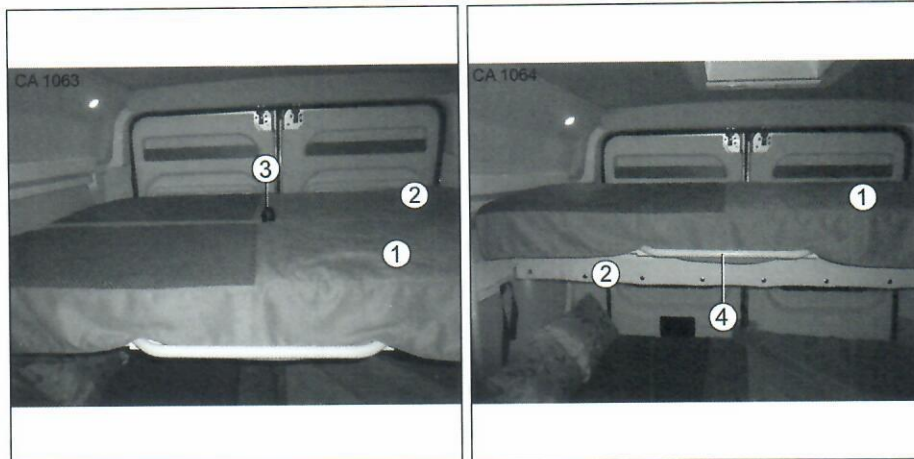

Abb. 21 Stockbett vorn nach oben klappen Abb. 22 Stockbett vorn nach unten klappen
Bettteil vorn (Abb. 21, Pos. 1) nach oben klappen:
- Bettteil vorn (Abb. 21, Pos. 1) an Griff (Abb. 21, Pos. 3) anheben und schräg nach oben zur Hecktür schieben.
Bettteil vorn (Abb. 21, Pos. 1) aus- und einbauen:
2. Bettteil vorn (Abb. 21, Pos. 1) nach oben klappen.
4. Bettteil vorn (Abb. 21, Pos. 1) zum Fahrerhaus aus dem Scharnier ziehen und entnehmen.